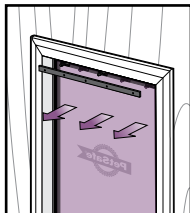

FIG. 14
2. Ta bort panel och vinylucka (**Fig. 14**).